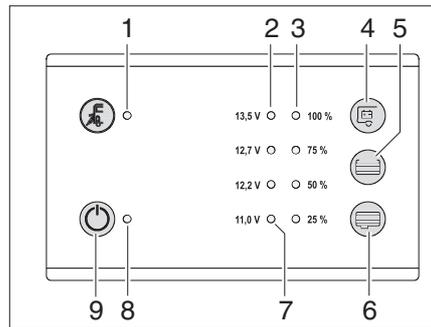

Bild 78 Panel LT 100
Der Tankfüllstand des Wassertanks kann mit dem Sensor-Tastfeld (Bild 78,5) abgefragt werden.
- Sensor-Tastfeld (Bild 78,5) berühren: Der Füllstand des Wassertanks wird in vier Stufen mit den LEDs (Bild 78,3) (25 % bis 100 %) angezeigt.
Der Tankfüllstand des Abwassertanks kann mit dem Sensor-Tastfeld (Bild 78,6) abgefragt werden.
- Sensor-Tastfeld (Bild 78,6) berühren: Der Füllstand des Abwassertanks wird in vier Stufen mit den LEDs (Bild 78,3) (25 % bis 100 %) angezeigt.
Batteriespannung Mit dem Sensor-Tastfeld (Bild 78,4) kann die Batteriespannung der Wohnraumbatterie angezeigt werden.
Die Kontroll-LEDs (Bild 78,2) zeigen die Batteriespannung an.
- Rote Warn-LED (Bild 78,7) leuchtet: Batteriespannung über 11,0 V
Die rote Warn-LED (Bild 78,7) leuchtet, sobald die Spannung der Wohnraumbatterie nur noch 11 V (Messung im laufenden Betrieb) beträgt und damit Tiefentladung droht.
Der 12-V-Hauptschalter (Bild 78,9) schaltet das Panel und die 12-V-Versorgung des Wohnraums ein und aus.
Einschalten: ■ Sensor-Tastfeld (Bild 78,9) berühren: Die 12-V-Versorgung des Wohnraums ist eingeschaltet. Die Kontroll-Leuchte (Bild 78,8) leuchtet grün.
Ausschalten: ■ Sensor-Tastfeld (Bild 78,9) erneut berühren: Die 12-V-Versorgung des Wohnraums ist ausgeschaltet. Die 12-V-Kontroll-Leuchte (Bild 78,8) erlischt.
Die 12-V-Kontroll-Leuchte (Bild 78,8) leuchtet, wenn der 12-V-Hauptschalter (Bild 78,9) eingeschaltet ist.
Die gelbe 230-V-Kontroll-Leuchte (Bild 78,1) leuchtet, wenn am Eingang des Elektroblocks Netzspannung vorhanden ist.